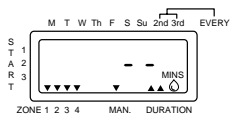

Ilustración 13
- Lleve el dial a la posición **AUTO**. Oprima **MANUAL**. El indicador muestra cuatro o seis señales pestañeantes para repetir el riego de todas las zonas, tal como se indica en la ilustración 13.